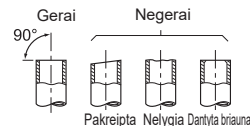

Fig. 2
- Jei prie vidinio įrenginio pridėta išpilamoji žarnelė yra per trumpa, prijunkite ją kartu su išpilamąja žarnele (J), kuri turi būti pateikiama jūsų darbo vietoje. (Fig. 2)